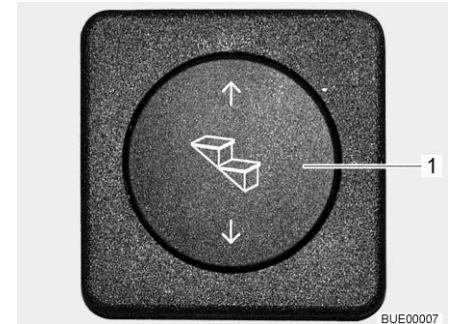

Fig. 10 Touche marche pied
- Appuyer sur le bas du bouton-poussoir basculant (Fig. 10,1) et le maintenir pressé (pendant au moins 3 secondes) jusqu'à ce que le marche-pied soit entièrement sorti.
- Appuyer sur le bouton-poussoir basculant (Fig. 10,1) vers le haut jusqu'à ce que le marche-pied soit entièrement ressorti.